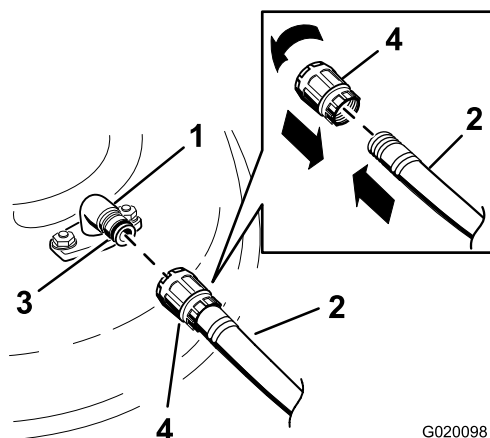

図 72
3. デッキ後部についている洗浄用フィッティングに、ホースのカップリングを接続し、水道栓を全開にする 図 72。